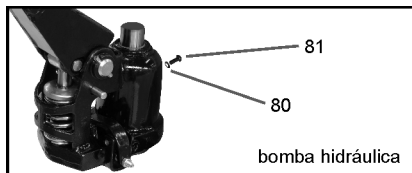

Fig. 9 – Completar o substituir el aceite
- Para el correcto funcionamiento del equipo, utilice en la bomba solamente aceite hidráulico viscosidad ISO VG 32 (aproximadamente 250 ml). Verificar periódicamente el nivel de aceite de la bomba y en caso de necesidad completar el volumen. También recomendamos substituir totalmente el aceite de la bomba a cada 12 meses y en caso de necesidad substituir también los sellos y piezas de desgaste. Para completar o substituir el aceite, remover el perno "81" y o-ring "80", completar el volumen de aceite y recolocar el o-ring "80" y el perno "81" (fig. 9).